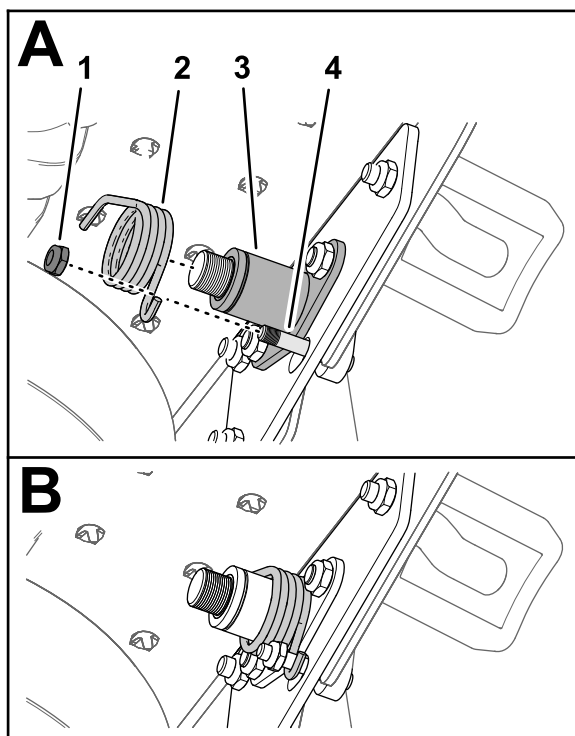

図 13
11. トーションスプリングをブッシュプレートに入れ、スプリングの一方をロッキングペダルの小さい方のスタッドに引っ掛け、もう一方はフロアプレートに押し付ける図 13。
12. トーションスプリングを小さいスタッドに固定する。ロックナット $\frac{1}{4}$ "1個を使用 図 13を参照。